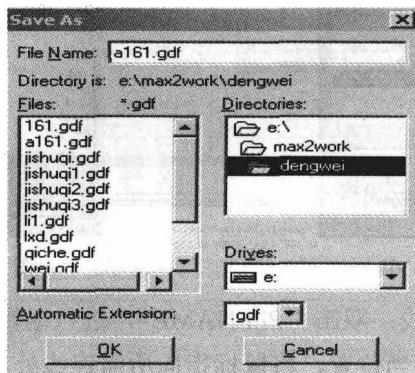

图 1-11 保存原理图文件
- (6) 保存原理图文件：选菜单 [File] | [save] 保存文件名为“a161.gdf”，如图 1-11 所示。